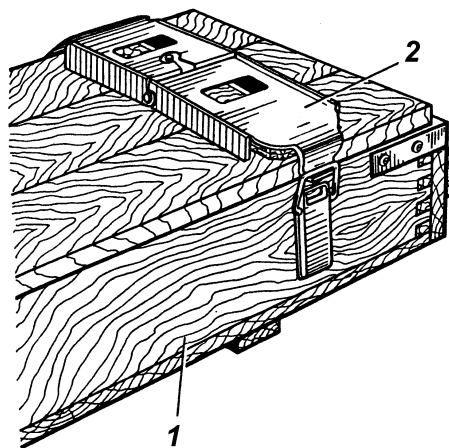

Рис. 13. Встановлення опори машинки 6Ю16:
- відкриває кришку ящику та вводить вусики передньої скоби опори 6Ю16.080 машинки під кришку, після чого накидає петлю замка ящику на гачок задньої скоби опори та закриває замок (рис. 13);